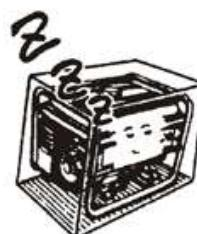

Рис. 51
8.7 Розташуйте генераторну установку на чистому місці (Рис. 51).